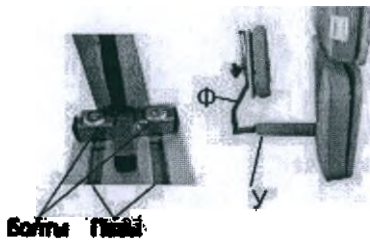

Рис.116
16)Регулировка положения упора для таза по высоте (при наличии) (рис.116)
С помощью шестигранного ключа ослабить болты, на которых упор установлен на конструкционном профиле поворотного ложа, изменить положение упора двигая его вдоль конструкционного профиля вверх-вниз, зафиксировать положение, закрутив болты ключом-шестигранником. (рис.116). Дополнительный способ регулировки упора для таза по высоте см. в п. 14)
регулировки упора по глубине относительно ложа - ослабить винт - барашек (У), переместить кронштейн (Ф) вперед-назад, выбранное положение зафиксировать винтом (У) (рис.116)